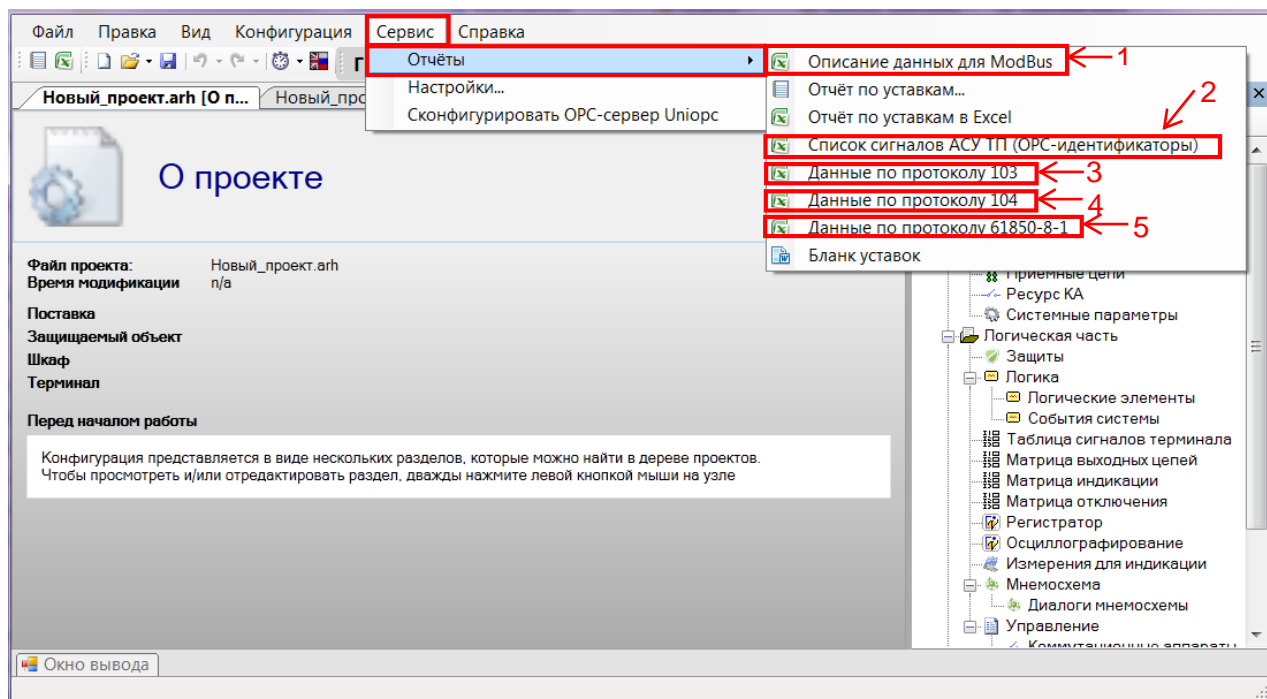

Рисунок 11 – Отчеты
2.2.2.2 Для формирования списка сигналов необходимо выбрать пункт главного меню **Сервис** → **Отчеты** (см. рисунок 11).
– протокол Modbus. В главном меню выбрать **Сервис** → **Отчеты** → **Описание данных для ModBus** (см. рисунок 11, поз. 1);
– OPC-протокол. В главном меню выбрать **Сервис** → **Отчеты** → **Список сигналов в АСУ ТП (OPC – идентификаторы)** (см. рисунок 11, поз. 2);
- протокол по стандарту ГОСТ Р МЭК 60870-5-103-2005. В главном меню выбрать **Сервис** → **Отчеты** → **Данные по протоколу 103** (см. рисунок 11, поз. 3);
- протокол по стандарту ГОСТ Р МЭК 60870-5-104-2004. В главном меню выбрать **Сервис** → **Отчеты** → **Данные по протоколу 104** (см. рисунок 11, поз. 4);
- протокол стандарта IEC 61850-8-1-2011. В главном меню выбрать **Сервис** → **Отчеты** → **Данные по протоколу 61850-8-1** (см. рисунок 11, поз. 5).